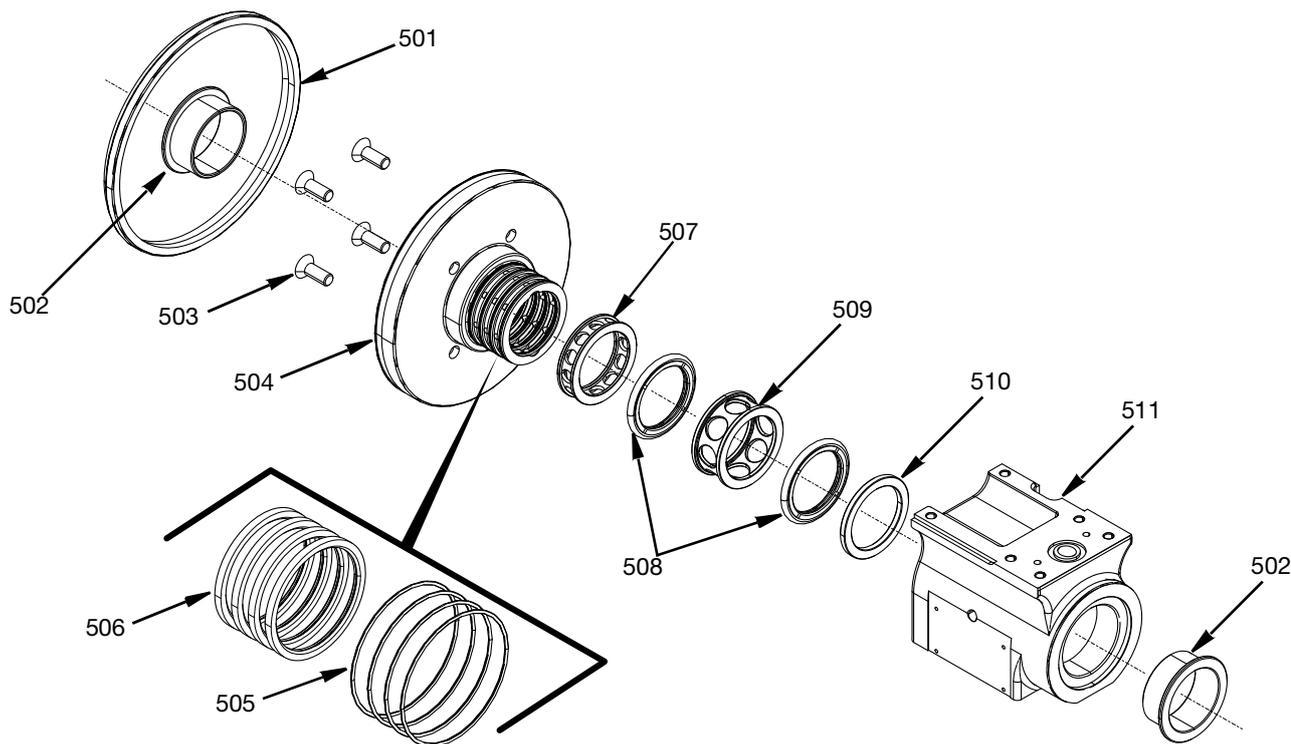

Рис. 20
1. Пылезащитное уплотнение (501) может быть снято с подшипника воздухораспределительного кольца (504).
2. Снимите фланцевые подшипники (502) и утилизируйте их.
3. Используя шестигранный ключ, открутите винты M6 с плоской головкой (503) и снимите подшипник воздухораспределительного кольца (504).
4. Снимите четыре уплотнительных кольца (505) и четыре герметизирующих уплотнения (506) с подшипника воздухораспределительного кольца (504) и утилизируйте их.
5. Выбейте внутренние компоненты (507-510) из корпуса поворотного шарнира (511). Для того, чтобы выбить внутренние компоненты из корпуса поворотного шарнира рекомендуется использовать инструмент для установки/удаления уплотнений 17V972 и молоток с мягким бойком.
6. Утилизируйте вращающиеся уплотнения (508). См. Рис. 20, стр. 20.
ПРИМЕЧАНИЕ: Общая последовательность сборки корпуса поворотного шарнира представлена на Рис. 20.